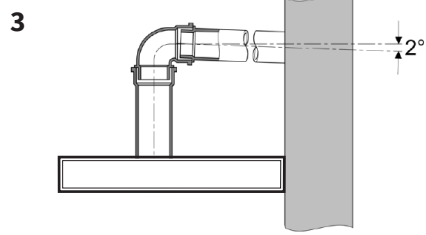

Abb. 3: Neigungswinkel der Abluftleitung
- Bei waagrechtem Verlegen der Abluftleitung muss ein Mindestgefälle von 1 cm je Meter bzw. ein Neigungswinkel von 2° eingehalten werden. (**Abb. 3**) Es könnte sonst Kondenswasser in den Motor der Abzugshaube laufen.